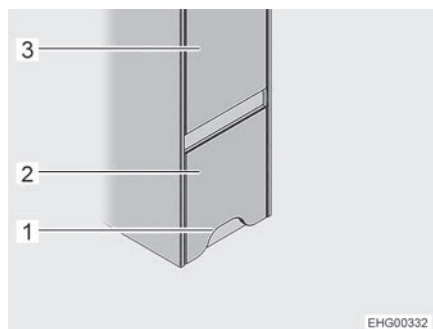
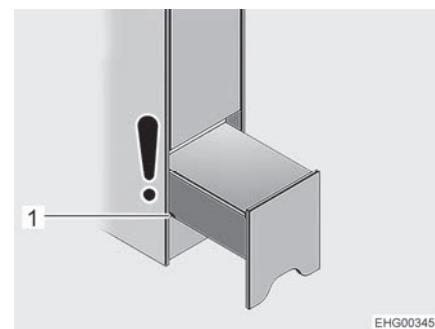

Fig. 122 Aide à la montée (fermée)
Fig. 123 Aide à la montée (position nocturne)
L'aide à la montée est montée du côté droit du véhicule, sous la penderie (Fig. 122,3) située devant le lit arrière.
- La porte du cabinet de toilette se trouve en face de l'aide à la montée. Tant que l'aide à la montée n'est pas entièrement sortie ("position nocturne", voir Fig. 123), la porte du cabinet de toilette peut encore être ouverte. Quand l'aide à la montée est entièrement sortie pour avoir accès au compartiment de rangement, la porte du cabinet de toilette ne peut plus être entièrement ouverte.
- Saisir l'aide à la montée (Fig. 122,2) par l'évidement (Fig. 122,1), soulever légèrement et ouvrir jusqu'à la première rainure (Fig. 123,1) (position nocturne).